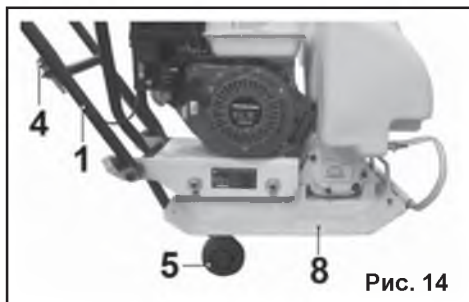

Рис. 14
8.3.12. Для перемещения виброплиты от одного уплотняемого участка к другому используйте колесную опору (5), как показано на Рис. 14.